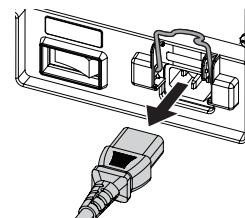

図2
3) 電源コードのコネクターを持って、本体の〈AC IN〉端子から電源コードを抜く（図2）